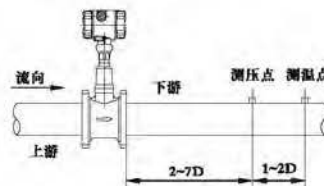

图18
2.5、传感器测量气体带温度，压力补偿时，取压力点和取温点位置如（图18）。